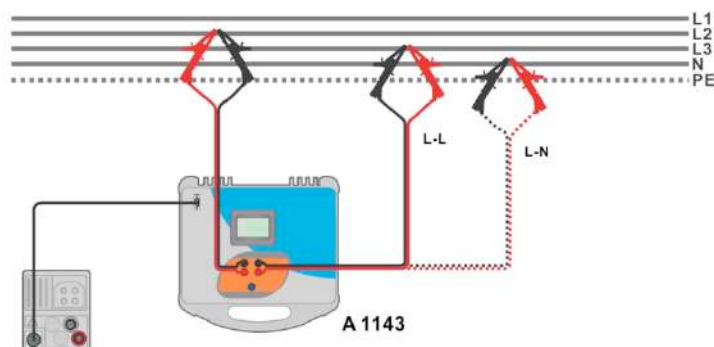

Рисунок 7.42: Высокоточное измерение полного сопротивления контура фаза - нейтраль или фаза – фаза с помощью адаптера А 1143.
- Подключите измерительные провода к испытываемому объекту, см. рисунок 7.42.